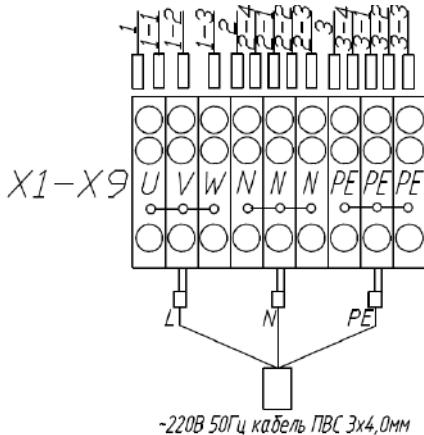

Рис.2 Подключение к
4.3. В состоянии поставки станция подготовлена для подключения к однофазной сети 220В (см.рис.2). Для подключения к